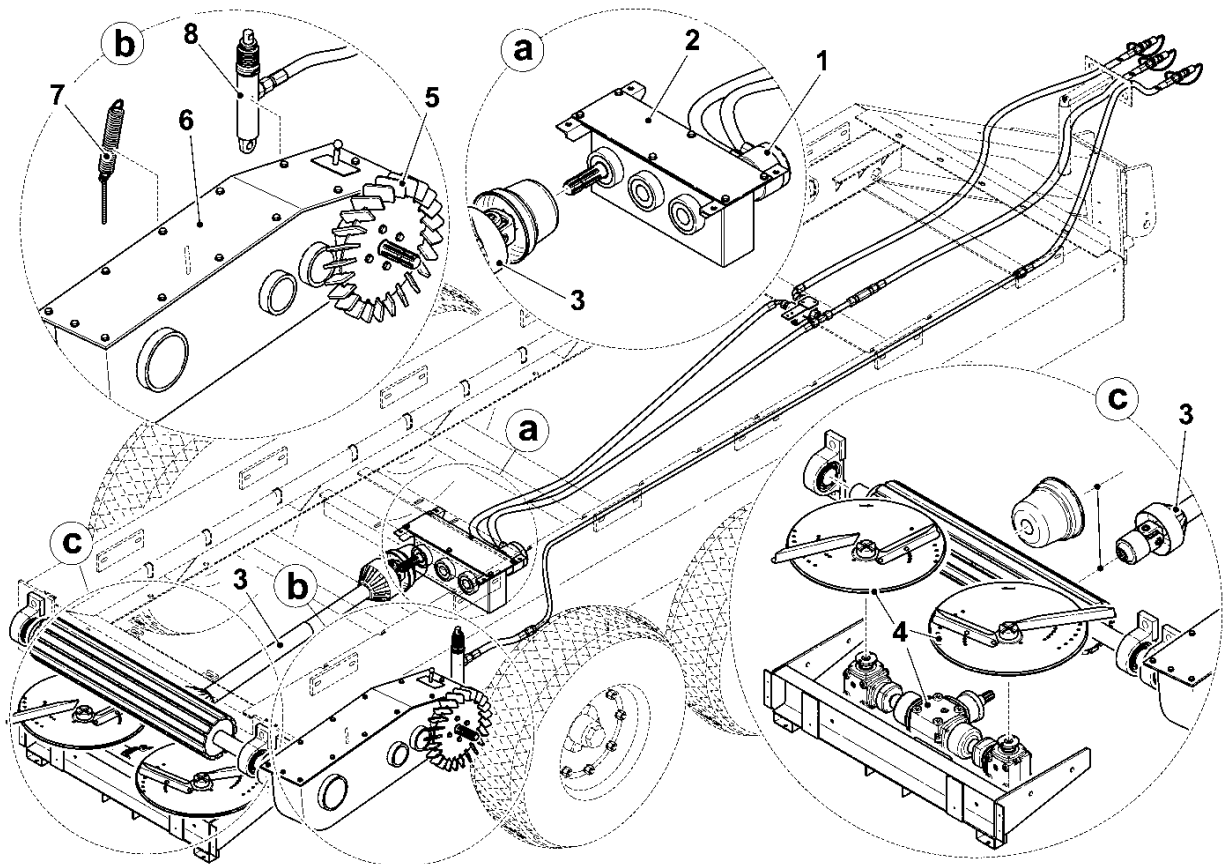

Рис.2 Схема привода конвейера и дисков разбрасывателя.
Привод напольного транспортера – (рис.2) осуществляется через шпорное колесо (5) боковой коробки редуктора (6) от ходового колеса машины. Шпорное колесо прижимается к пружине шине (7), гидравлический цилиндр (8) служит для подъема шпорного колеса и установки его в транспортном положении, боковой шестеренный редуктор (касается RCW 10 000) позволяет получить две различные скорости движения напольного транспортера, большую скорость перемещения конвейера рекомендуется применять при посеве кальциевых – магниевых - карбонатных удобрений и компоста в высокой дозе на гектар.
Привод гидромеханический высевающих дисков (опция) – (рис.2) передается от гидравлического двигателя (1) на вальцевый шестеренный редуктор (2), затем через карданный вал (3) на конический шестеренный редуктор и на диски разбрасывателя (4).